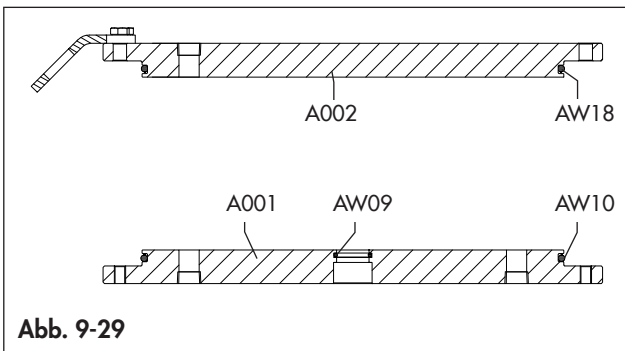

Abb. 9-29
- Reinigen, prüfen und schmieren Sie die zugehörigen Gehäuse und setzen Sie die O-Ringe (AW09, AW10 und AW18) wieder ein. (Abb. 9-29)